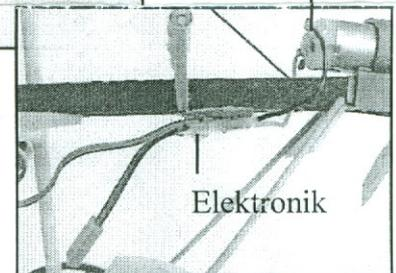

Abbildung 4
3. Löten Sie das schwarze(-) und das rote (+) Kabel an den Motorkontakten fest. Testen Sie vor der endgültigen Inbetriebnahme die Laufrichtung, und vertauschen Sie ggfls. die Kabel (siehe Abbildung 4).
5. Befestigen Sie die Elektronik im schwarzen Schrumpfschlauch mittels eines doppel-seitigen Klebebandes am Rumpf des Modells (siehe Abbildung 4).